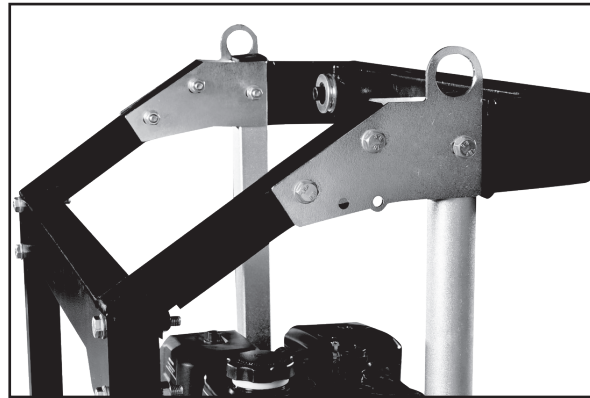

Fig. 32
Étape 19 : Fixez solidement la poutre transversale arrière à la poutre transversale avant, fig. 32. Placez la plaque de serrage extérieure de la poutre transversale sur l'extérieur d'un côté et alignez les trous des boulons sur les trous de la poutre transversale arrière. Insérer deux boulons M10x70 avec rondelles plates à travers la plaque de serrage et à travers la plaque de serrage intérieure de la poutre transversale. Placez une rondelle plate, une rondelle de blocage et un écrou sur les boulons. Aligner le troisième trou des plaques de serrage extérieure et intérieure de la poutre transversale sur le trou du support vertical. Note : Il peut être nécessaire de desserrer les boulons M12 à la base du support vertical. Insérez un autre boulon M10x70 avec une rondelle plate dans le trou du support vertical et fixez-le en place à l'aide d'une rondelle plate, d'une rondelle de blocage et d'un écrou sur le boulon. Serrez toutes les dispositifs de fixation de la poutre transversale arrière et de la poutre transversale avant.